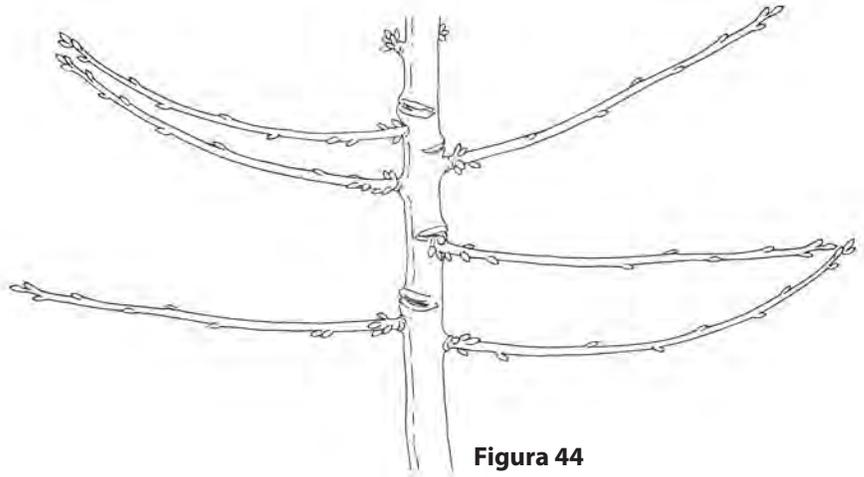
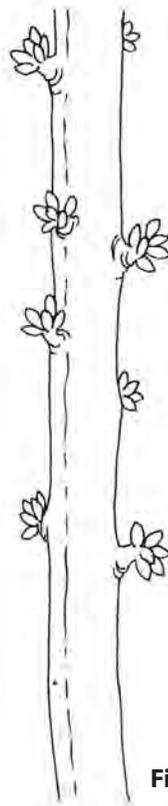

Figura 44
Figura 45
- En la figura 44, se ve el tipo de activación y crecimiento de brotes laterales deseado al final del primer año. En la figura 45, se ve un árbol sin activación de yemas (Figura 45).
En la figura 44, se ve el tipo de activación y crecimiento de brotes laterales deseado al final del primer año. En la figura 45, se ve un árbol sin activación de yemas.